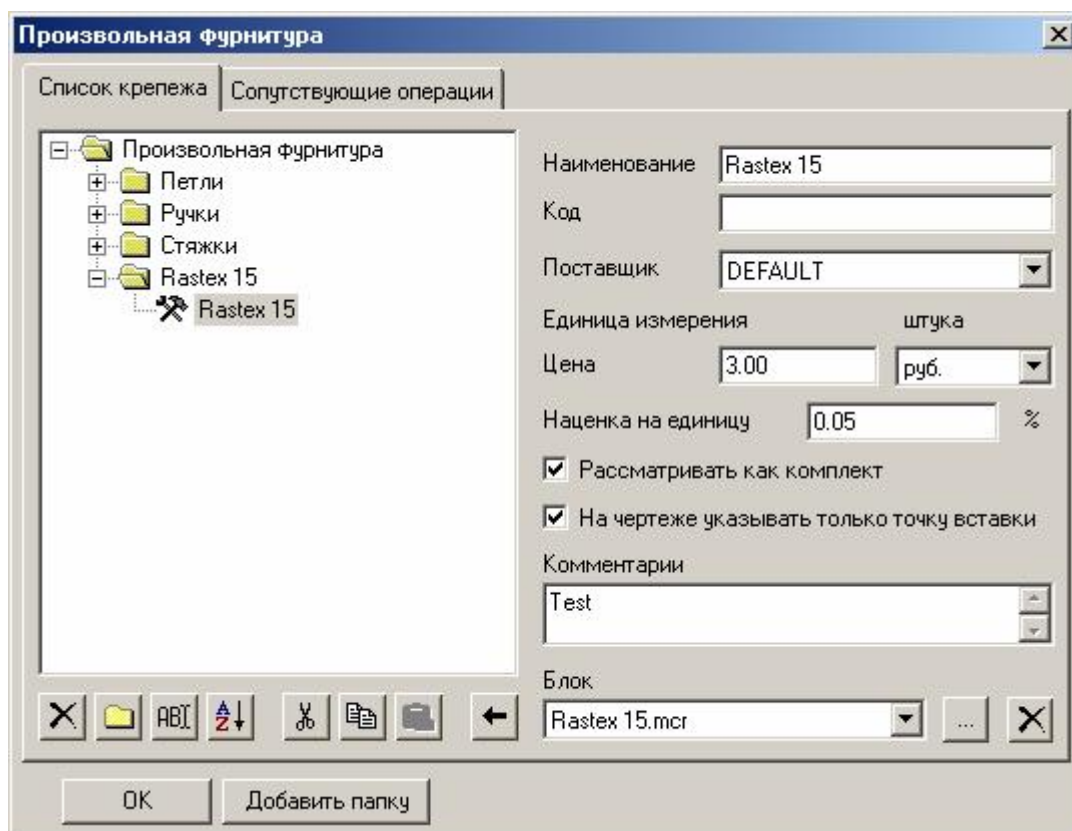

Рис. 37 Добавление крепежного комплекта *Rastex 15* к типу Произвольная фурнитура
9. Добавить новый элемент к типу **Произвольная фурнитура**, выполнив пункты 5–11, описанные выше при рассмотрении процедуры создания произвольного крепежа (рис. 37).